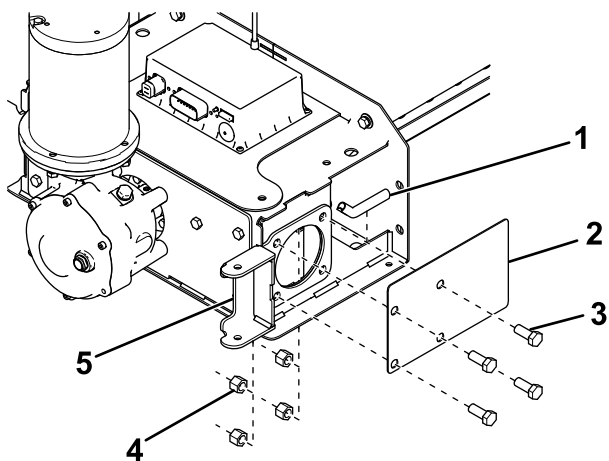

Figure 15
4. Si votre épandeur est un Forge 2.0 à chaîne articulée, passez à l'opération 7. Pour les épandeurs à vis Forge 2.0, retirez et conservez les 4 boulons et écrous qui fixent la cheville de verrouillage du distributeur droit et la plaque latérale de la vis à l'ensemble vis (Figure 15).
5. Glissez une des protections de bord sur l'ouverture de l'ensemble vis (Figure 15).